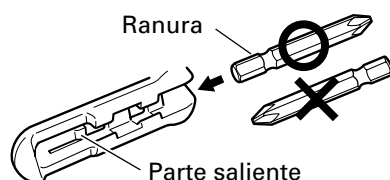

Fig. 9
Deslice la punta desde el lateral, en la dirección de la Fig. 9, e insértela firmemente hasta que la ranura del foso quede enclavada en la parte saliente del gancho.
- La punta podría soltarse del gancho y provocar lesiones personales al invertir su dirección de la manera indicada en la Fig. 9, o al utilizar el destornillador con la punta incompletamente instalada.